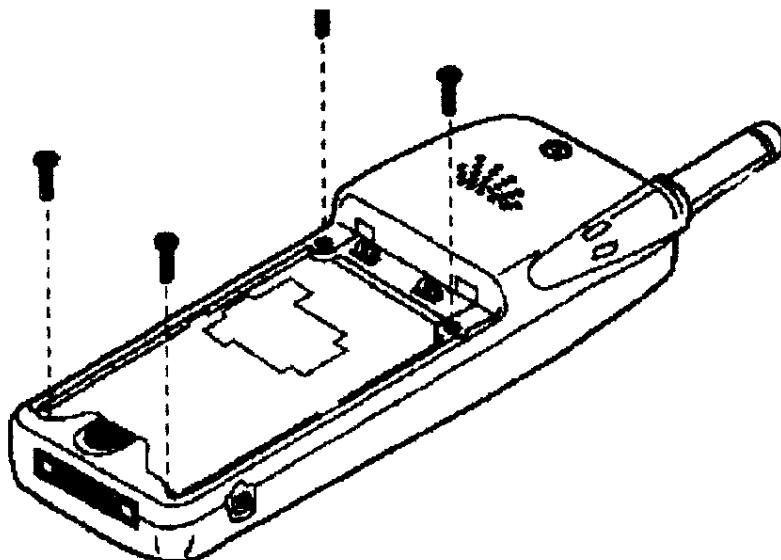

图1 卸下螺钉
1. 从手机背面取下电池，卸下电池一侧四个外壳螺钉（见图1）。